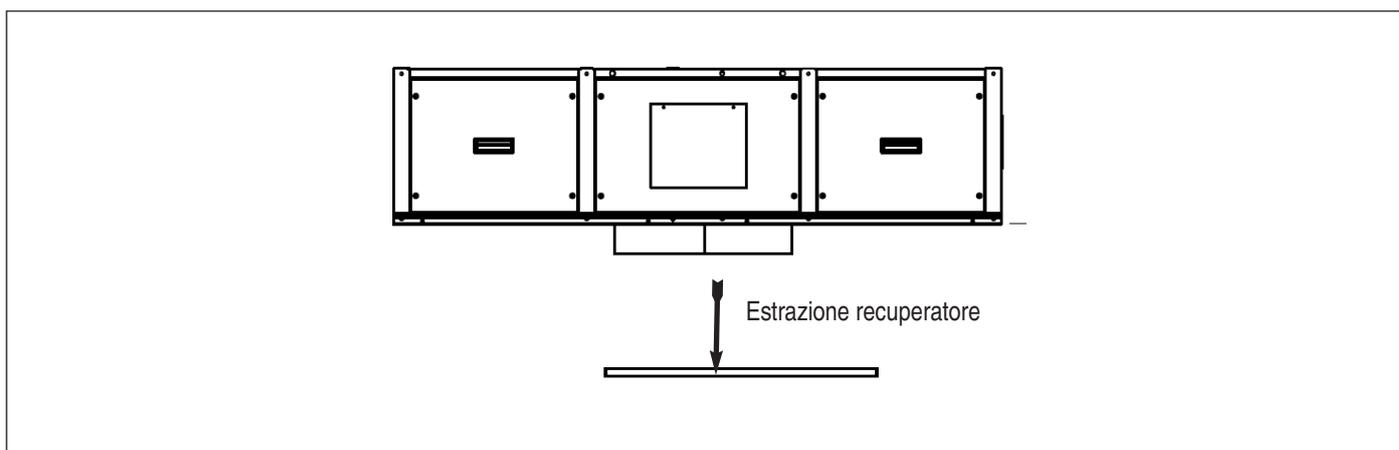

fig. 20
- Verificare lo stato di conservazione e pulizia del pacco di scambio recuperatore, estraendolo dal basso dopo aver rimosso il pannello di chiusura (fig. 20). Se necessario, rimuovere con l'aspirapolvere o con aria compressa la polvere che può essere presente all'interno degli scambiatori di calore e verificare che non vi siano oggetti estranei.